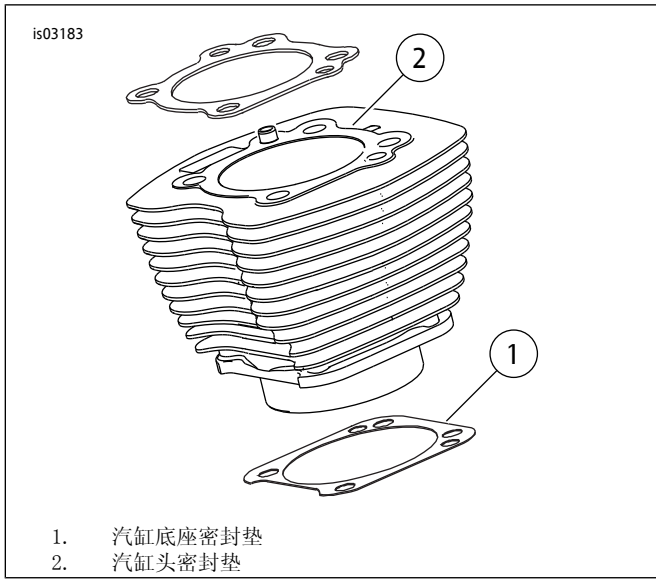

图1. 汽缸密封垫
- 参见图1。103 mm (4.060 in)汽缸底座密封垫(1)和汽缸头密封垫(2)无需使用O形环。切勿在汽缸销或汽缸套管上使用O形环。